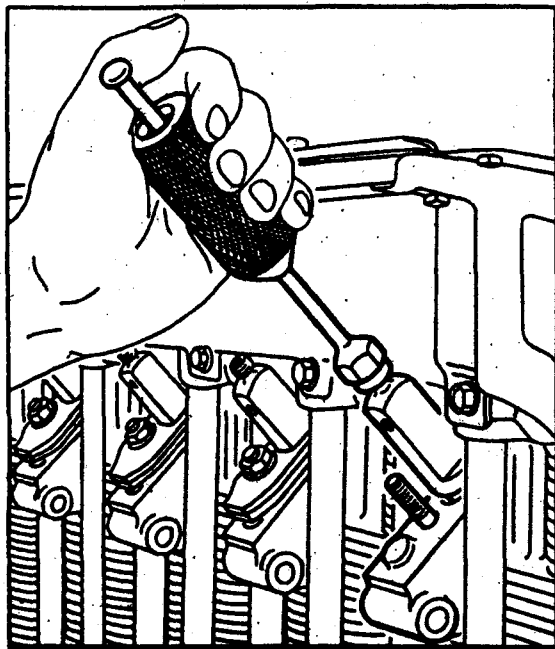

Рис. 14. Демонтаж форсунки
10. Отвернуть гайки крепления форсунок, снять шайбы и скобы и приспособлением 3306-3901850 (входит в комплект водительского инструмента) демонтировать форсунки (см. рис. 14).